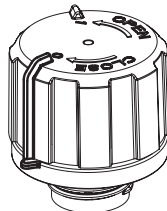

Bild 4
- Dichtstellung: Weiteres Drehen des Oberteils im Uhrzeigersinn (Pfeil CLOSE) bis der Markierungssteg "0" über dem Referenzzeiger am Unterteil steht. Auch in dieser Stellung verhindert ein Rastmechanismus ein unbeabsichtigtes Lösen des Oberteils (Abb. 4).